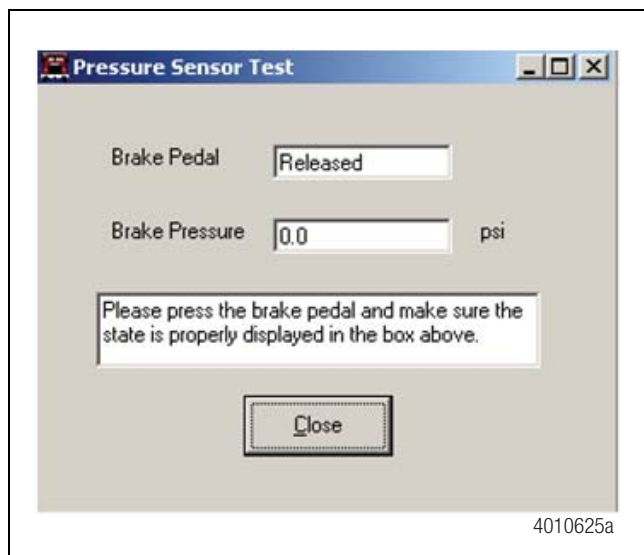
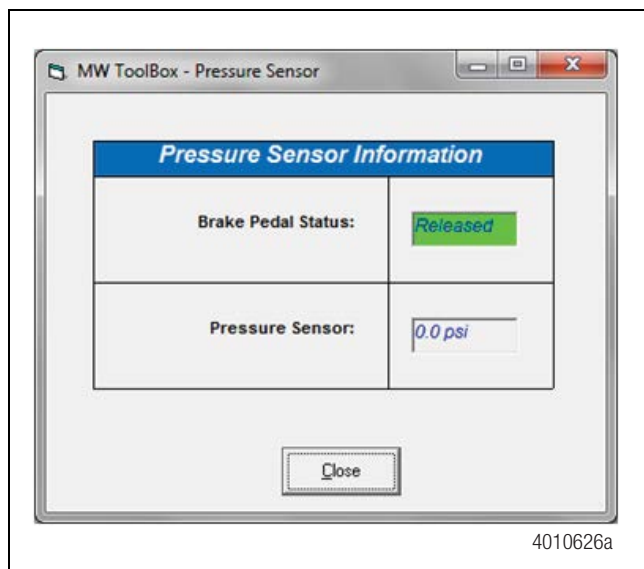

Figura 3.29
Figura 3.30
- Asegurarse que la posición y la presión del pedal del freno aparezcan visualizadas en los cuadros correspondientes. Figura 3.29 y Figura 3.30.